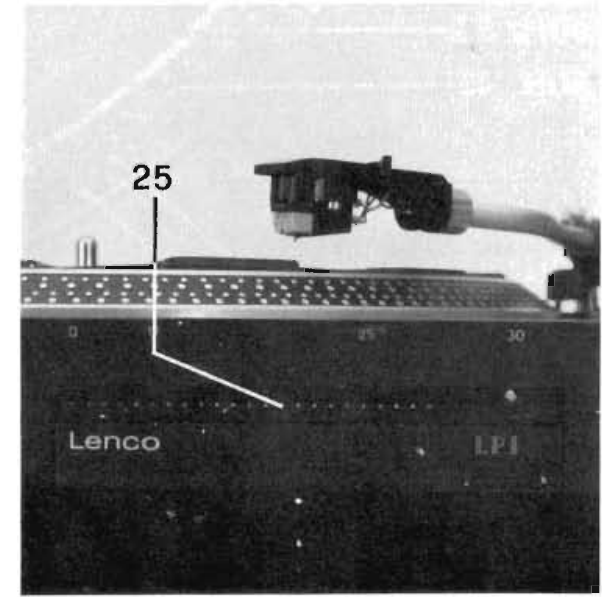

Fig. 16
2. Führen Sie den Tonarm von Hand zur Tonarmstütze (10) zurück. Das Gerät schaltet nun automatisch ab.
**Die neuartige, digitale Nadelpositionsanzeige LPI** (Lenco Position-Indikator) in der Front des Gerätes (Bild 16, 25) erlaubt, die Position der Nadel auf der Platte aus Distanz zu erkennen, sie ermöglicht das Auffinden eines bestimmten Musikstückes. Die präzise Anzeige der Plattendurchmesser 30, 25 und 17 cm gewährleistet beim Einschwenken des Tonarmes ein leichtes Auffinden der entsprechenden Einlaufritze.
2. Return the tone arm by hand to its rest (10) and this will automatically switch the unit off.
**The newly developed digital stylus position instrument LPI** (Lenco Position Indicator) mounted in the front of the unit (fig. 16,25) allows the stylus position to be read from a distance and also simplifies locating a particular passage of music. The markings for 30,25 and 17 cm record diameters assure precise tone arm set-down into the appropriate run-in grooves.